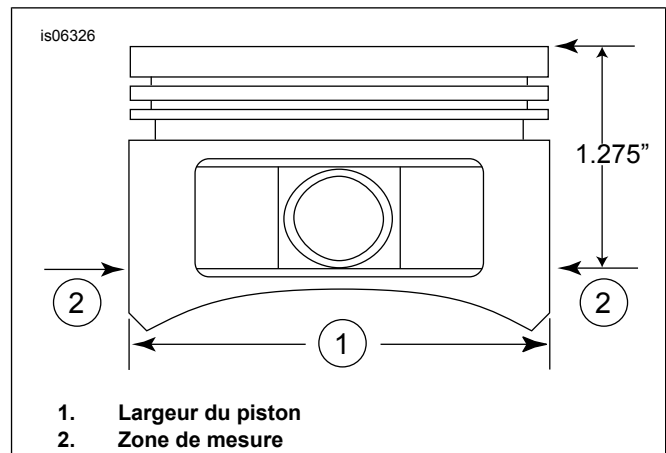

Figure 2. Mesures du piston
5. Consultez Figure 2 . Mesurer la largeur du piston (1) à 90 degrés à l'horizontal à partir des deux côtés du trou de l'axe de piston et 32,38 mm (1,275 po) vers le bas à partir de la surface plane (partie supérieure) du piston (2). Voir Tableau 11 pour les ajustements piston-cylindre à cet endroit.